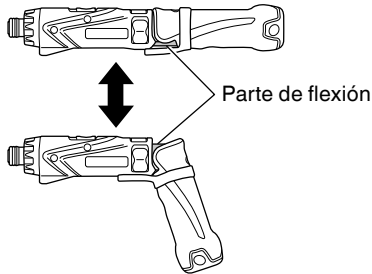

Fig. 14
- Si la cubierta de goma se afloja, se daña o se pierde, contáctese con su CENTRO DE SERVICIO AUTORIZADO DE metabo HPT. (Fig. 14)